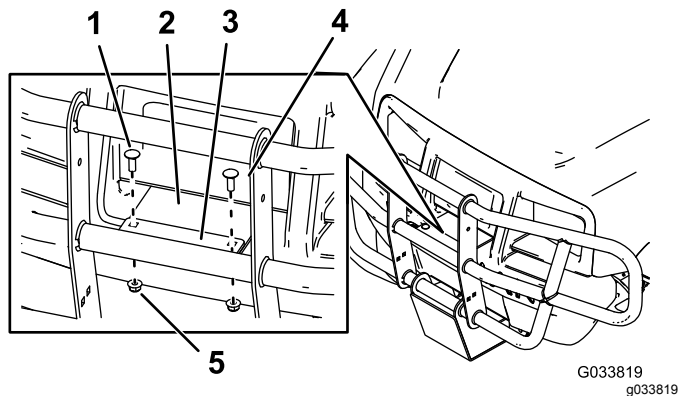

Figure 3
5. Fixez le pare-broussaille sur le support long à l'aide de 2 boulons de carrosserie et 2 écrous (5/16 po), comme montré à la Figure 3.